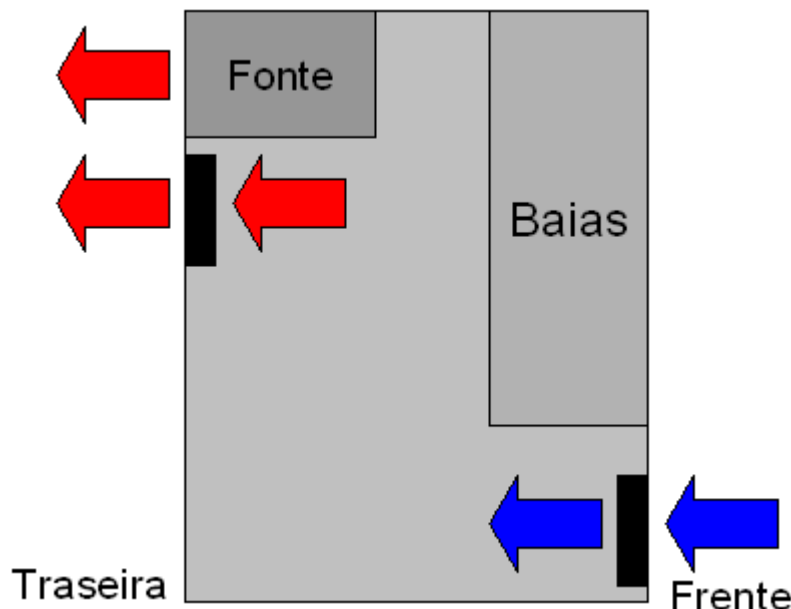

Figura 5: Como ventoinhas extras devem ser instaladas.
- Ventoinhas extras instaladas incorretamente: Se o seu gabinete tem ventoinhas extras, você deve verificar se elas estão instaladas da maneira certa, ou seja, puxando o ar na direção correta. Ventoinhas instaladas na parte traseira do gabinete devem ser instaladas puxando o ar quente de dentro do micro para fora. Já ventoinhas instaladas na parte frontal do gabinete devem ser instaladas para puxar o ar frio de fora do gabinete para dentro do micro. Coloque sua mão perto da ventoinha para sentir em que sentido o ar está sendo puxado. Se alguma das ventoinhas extras estiverem invertidas, remova-a do gabinete e instale-a novamente do modo contrário. Na Figura 5 você pode ver como ventoinhas extras devem ser instaladas.